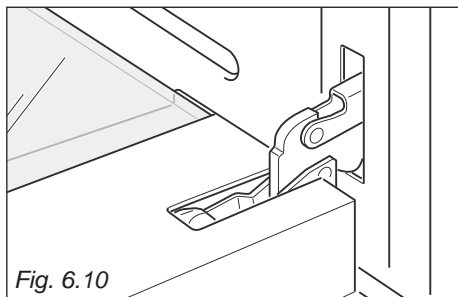

Fig. 6.10
- Ovnlågen åbnes helt (Fig. 6.10).